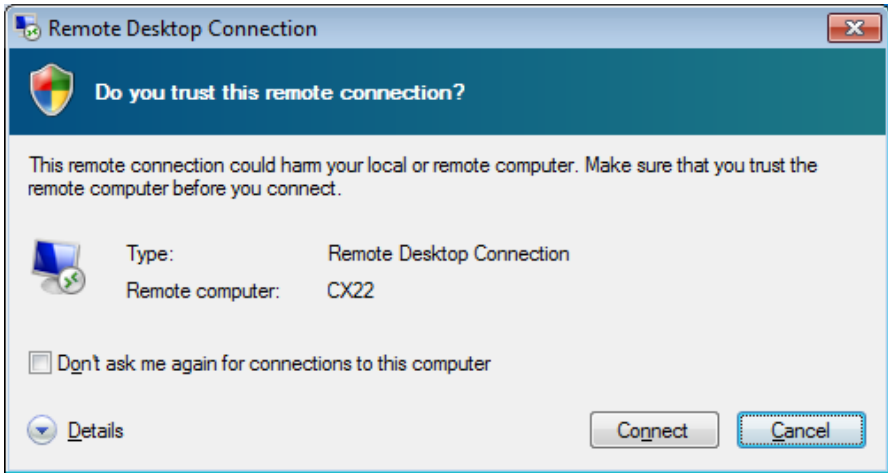

图6.2 Windows对话框：建立连接
- ▶ 如果Windows询问是否应设置到此远程计算机的连接，设置连接（图6.2）。我们建议用户激活选项不再询问以连接到此计算机。